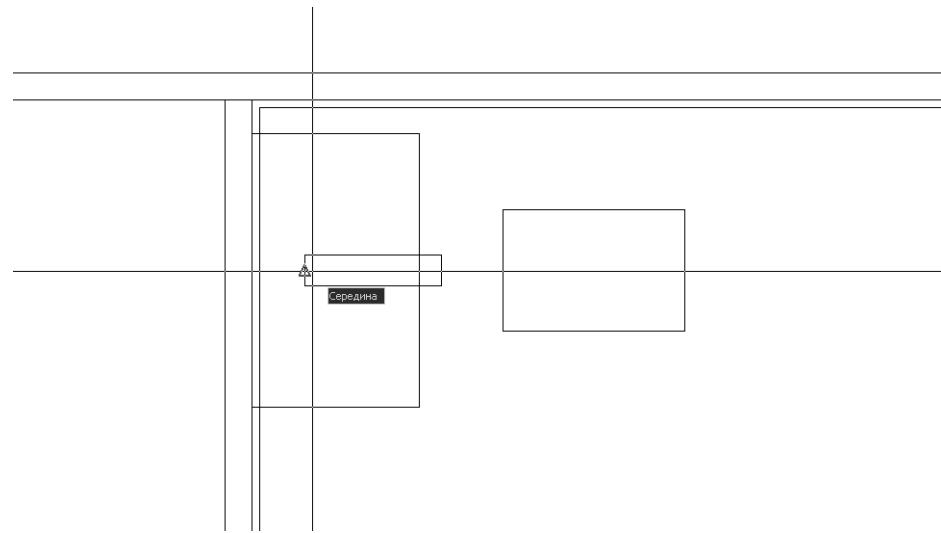

Рис. 5.55 ▼ AutoCAD распознал среднюю точку без вмешательства пользователя, поскольку режим привязки **Середина** (Midpoint) включен постоянно
13. Когда AutoCAD распознает среднюю часть отрезка (рис. 5.55), щелкните для захвата координат этой точки в качестве координат центра будущей окружности.